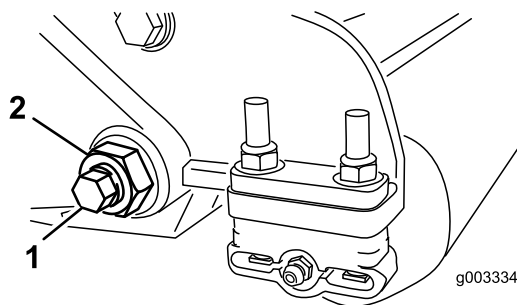
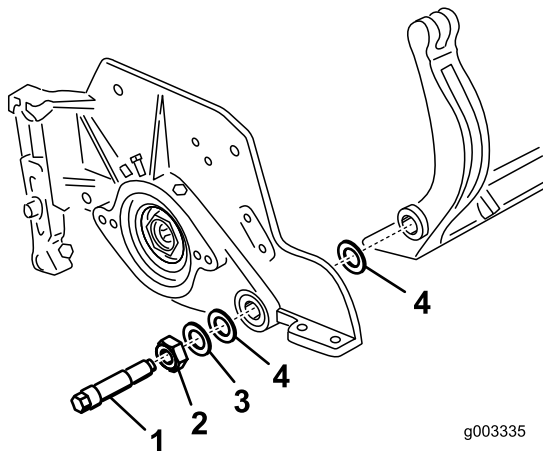

Figura 30
Figura 31
- Desaperte a porca de bloqueio que segura a cavilha da barra de apoio, em cada um dos lados da máquina (Figura 30).
- Remova cada uma das cavilhas da barra de apoio, de modo a permitir puxá-la e retirá-la da máquina (Figura 30). Guarde as duas anilhas de nylon e a anilha de aço prensado de cada uma das extremidades da barra de apoio (Figura 31).
- Fixe a barra de apoio a cada um dos lados da placa lateral com as cavilhas (porcas flangeadas nas cavilhas) e com as 6 arruelas. Deve colocar uma anilha de nylon em cada um dos lados da placa lateral. Coloque uma arruela de aço no exterior de cada uma das arruelas de nylon (Figura 31). Aperte os parafusos com 37-45 Nm. Aperte as porcas até que a anilha de aço exterior pare de rodar e a folga seja removida, mas não aperte em demasiado nem desvie as placas laterais. As arruelas podem ter uma folga interna.